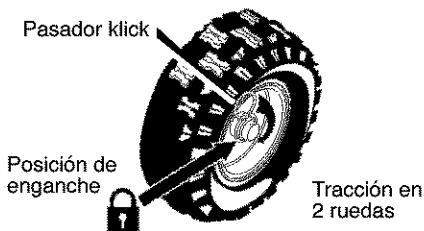

Figura 46
1. La rueda del derecho va asegurada al eje por medio de un pasador de enganche (**pasador klick**). Esta unidad fue despaquetada con el pasador en la **posición de enganche** (a través del agujero de la rueda). Figura 46.